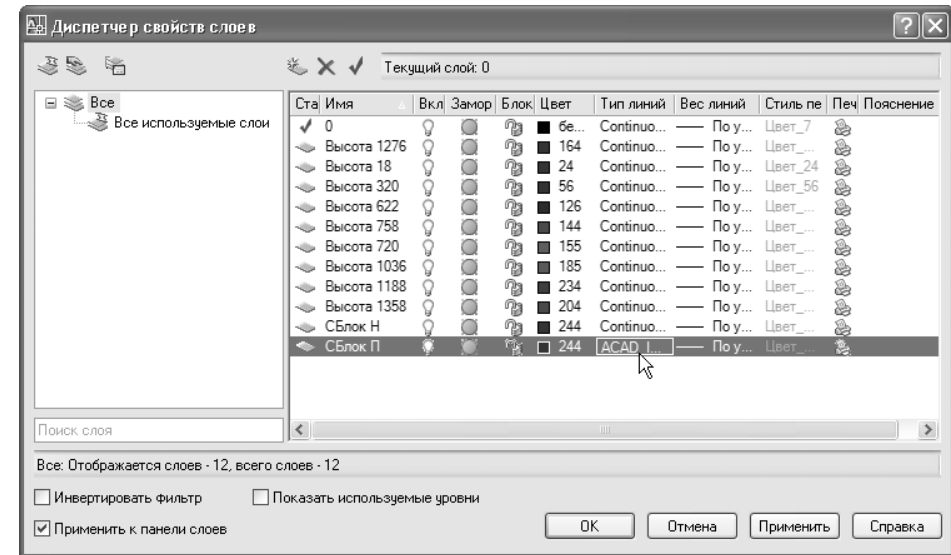

Рис. 6.10 ▼ Слою **СБлок Н** назначен тип линии **Continuous**, а слою **СБлок П** – **ACAD\_ISO02W100**
5. Вернувшись в диалоговое окно **Выбор типа линий** (Select Linetype), вы увидите, что теперь в списке **Загруженные типы линий** (Loaded linetypes) этого окна, кроме стандартных типов линий, появился только что выбранный вами тип. Выберите его и щелкните на кнопке **ОК**. В диалоговом окне **Диспетчер свойств слоев** (Layer Properties Manager) слою **СБлок П** будет присвоен тип линии **ACAD\_ISO02W100** (рис. 6.10).
которой можно удалить ненужный слой, кнопка  **Установить** (Set Current). С помощью этой кнопки любой слой, выделенный в списке слоев окна **Диспетчер свойств слоев** (Layer Properties Manager), можно назначить *текущим*. По умолчанию текущим является нулевой слой, о чем можно судить по наличию зеленой «галочки» рядом с названием слоя в списке слоев, а также по указанию названия слоя в текстовой области **Текущий слой** (Current layer), расположенной справа от кнопки **Установить** (Set Current) (см. рис. 6.10).